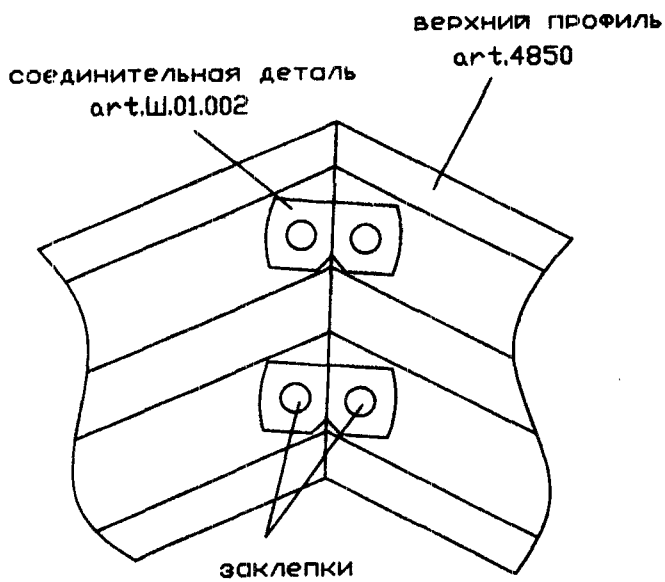
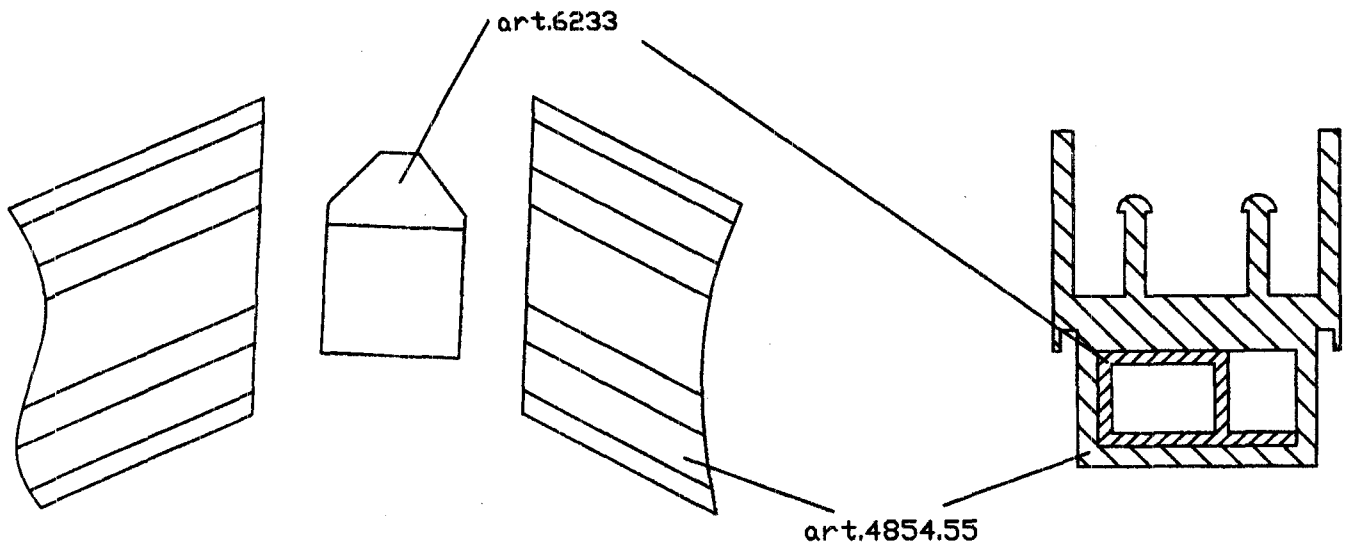

Рис.4.4
Рис.4.5
4.3 Для стыковки несущих профилей в местах поворота могут быть применены соединительные детали: для верхнего – art.Ш.01.002 (см. Рис.4.4), для нижнего art.6233 (см. Рис.4.5).